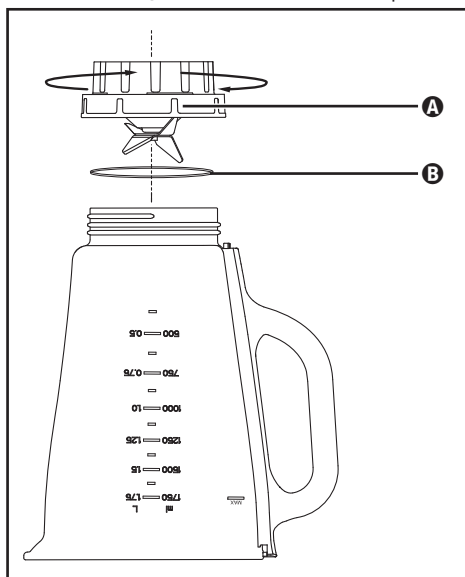

Fig. 3
- 2) Renversez l'appareil et tournez le bloc de lames **A** avec les lames **4** dans le sens anti-horaire afin qu'il se détache de la partie en verre du bol mixeur **3** (voir fig. 3).